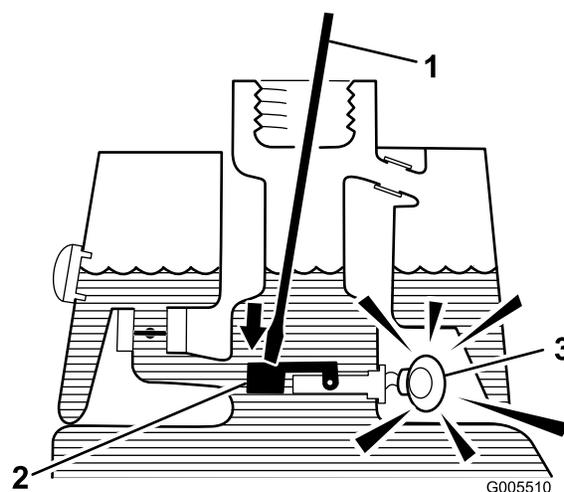

Рисунок 31
3. Вставьте чистый стержень или отвертку в горловину бака и слегка нажмите на поплавок реле (Рисунок 31). После секундной задержки зазвучит тревожный сигнал.